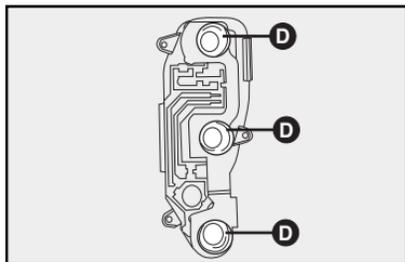

fig. 43
6) sustituya la lámpara quemada por otra del mismo tipo **D-fig. 43** (vea tabla **fig. 24**).